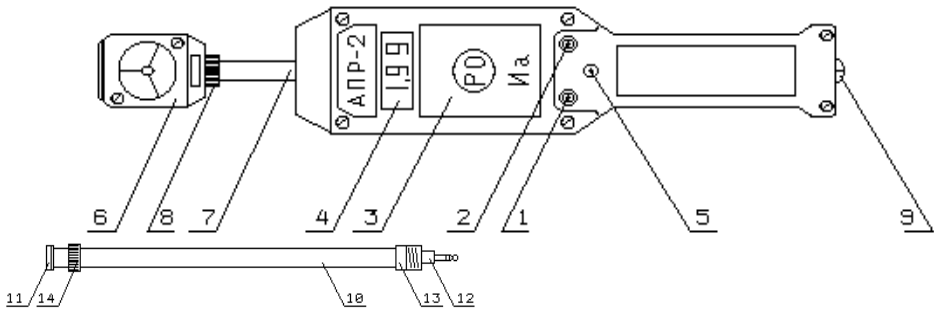

Рис. 1. Анемометр АПР-2.
5.3. Анемометр имеет два органа управления - левую кнопку 1 и правую кнопку 2, расположенных на лицевой панели измерительного блока 3 (рис. 1). Левая кнопка - с фиксацией, служит для включения и выключения питания анемометра. Правая кнопка - без фиксации, служит для управления режимами работы прибора.
6.1. Анемометр состоит из двух блоков: первичного преобразователя 6 и измерительного блока 3 (рис. 1).
9.3.1. Откройте крышку отсека питания, отвинтив крепежный винт 9 (рис. 1) в торце ручки анемометра.